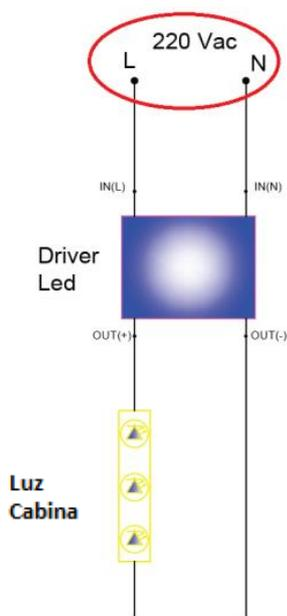

Fig. 1
- I. Identificar la línea de alimentación de las luminarias del ascensor (Fig. 1).